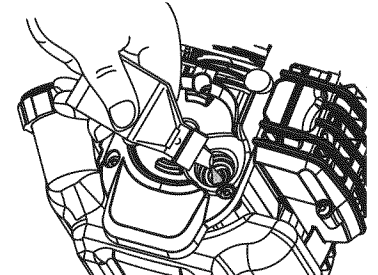

Fig. 7
- Vierta todo el contenido de la botella de aceite en el cigüeñal (Fig. 7).